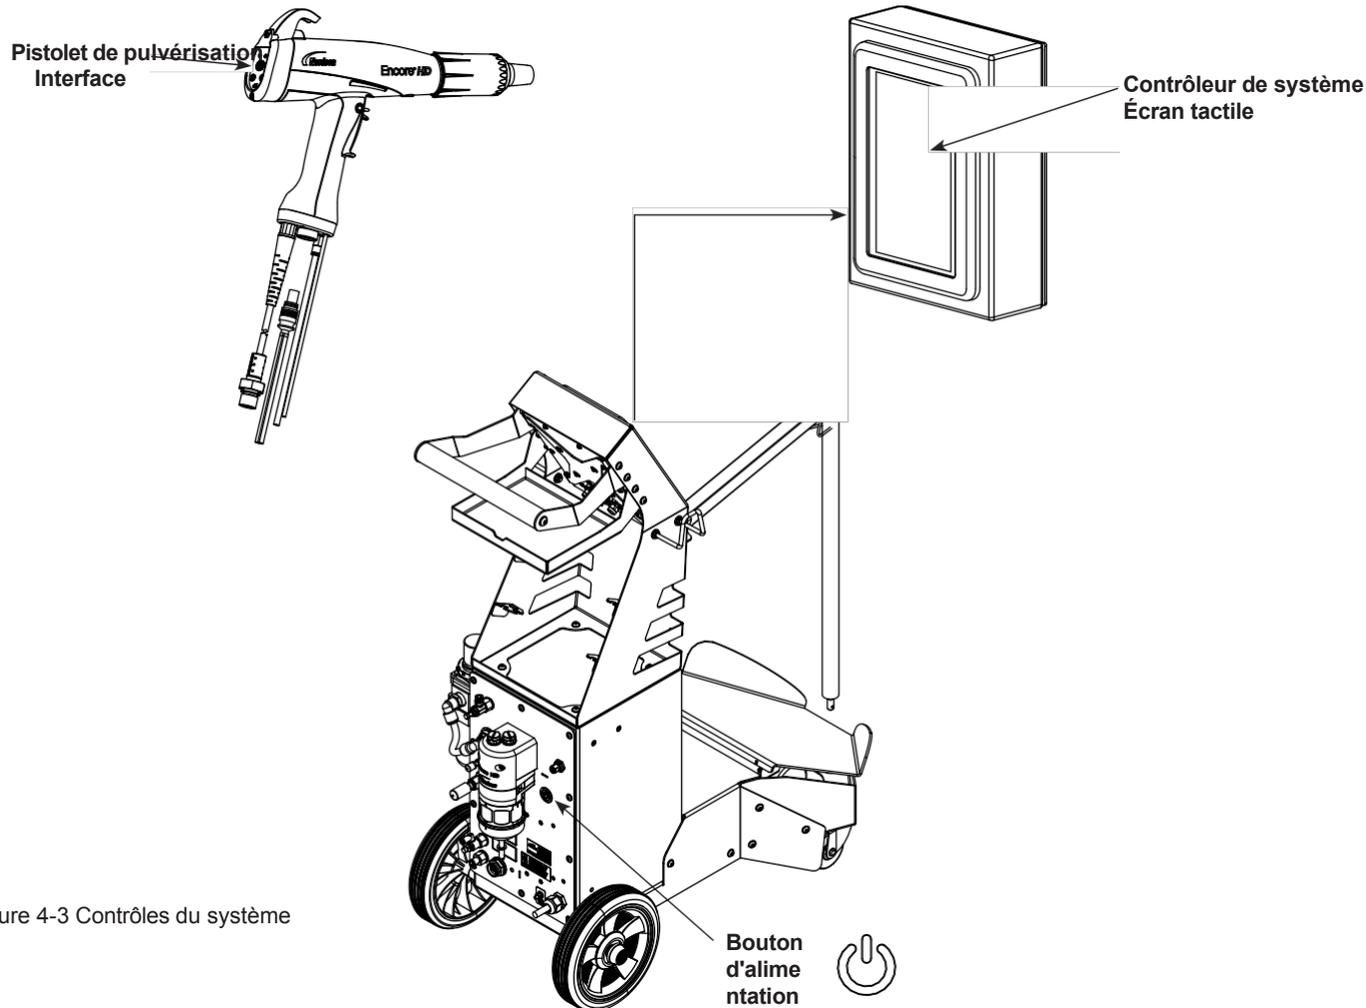

Figure 4-3 Contrôles du système
4. Voir la figure 4-3. S'assurer que le pistolet de pulvérisation n'est pas déclenché, puis mettre le contrôleur du système sous tension . L'écran tactile du contrôleur du système et l'interface du pistolet doivent s'allumer.